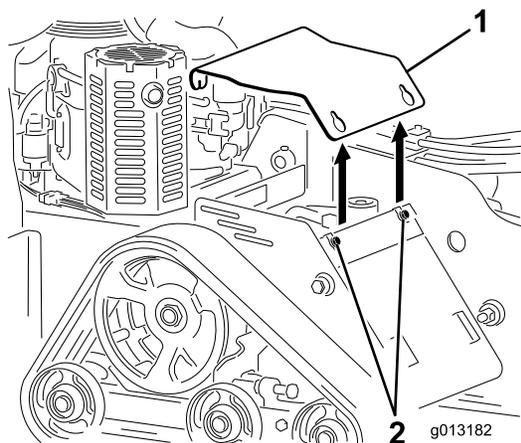

図 26
3. カバープレートをフレームに固定しているボルト3本を交互にゆるめてカバーが自由に動くようにする 図 26。
2. カバープレートを取り付け、外す時にゆるめたボルト3本で固定する 図 26。